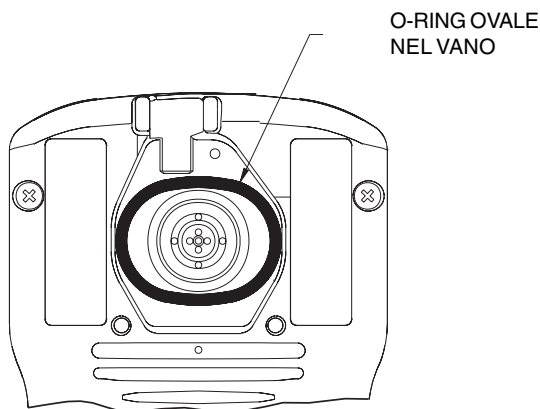

Figura 24:
- Se l'o-ring fuoriesce inavvertitamente dal vano ovale durante la sostituzione dei filtri, prima di sostituire l'alloggiamento del filtro, riposizionarlo nella scana-latura del vano ovale posteriore (vedere Figura 24).